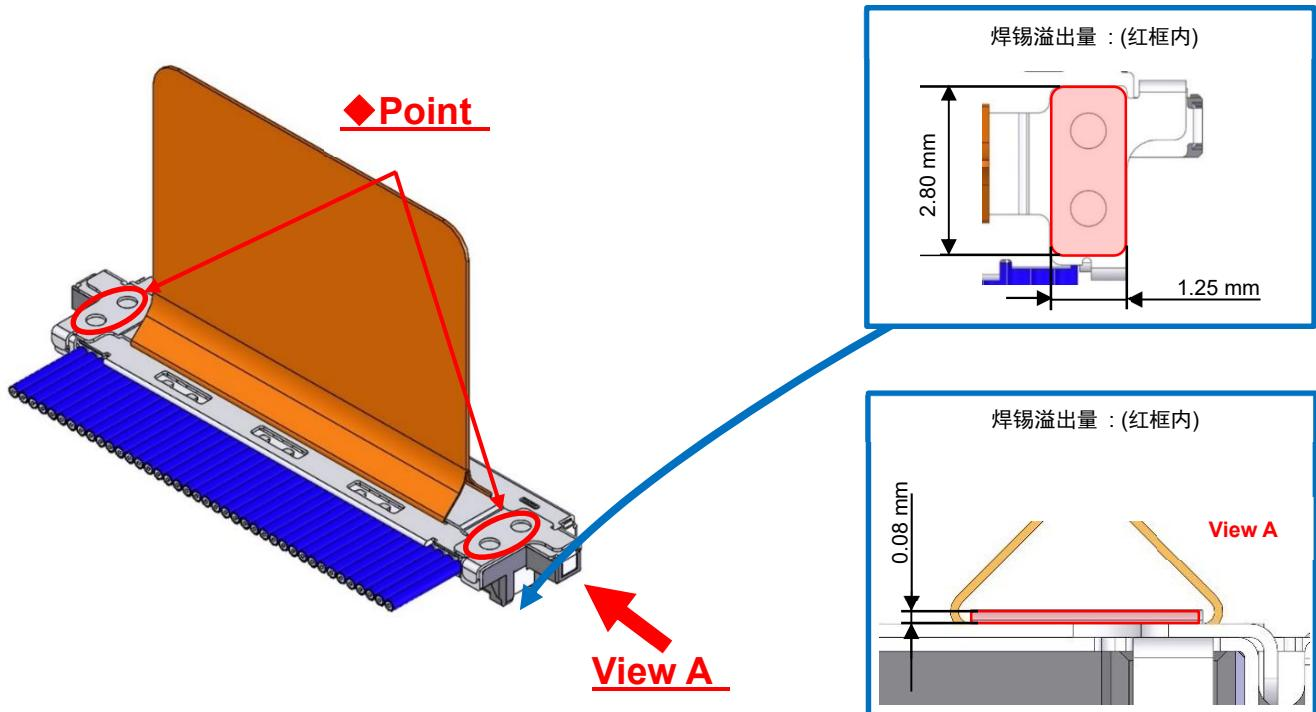

图. 13 焊接 Pull Tape Holder
③用电烙铁焊接 Pull Tape Holder 和 Shell-A。(图. 13◆部)